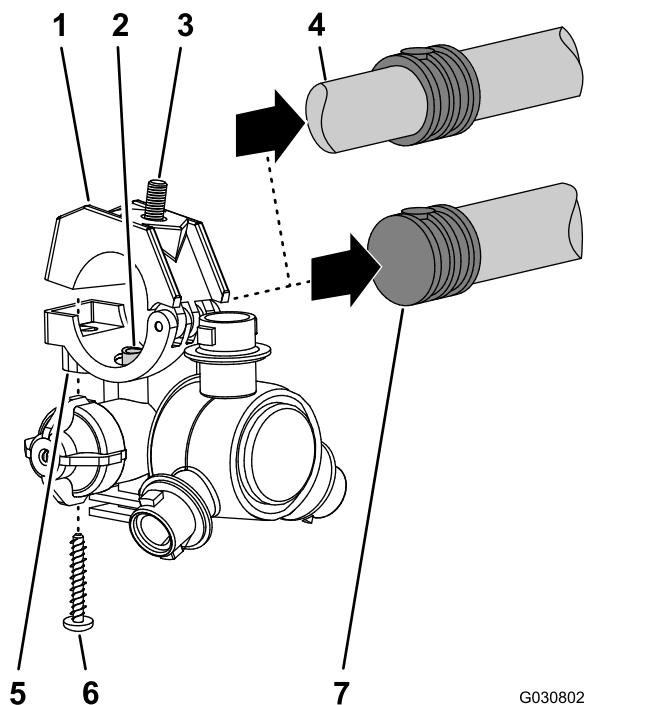

Figura 70
- Trabajando con las 12 boquillas del fumigador que retiró de las secciones de brazo central y exterior, retire los tornillos de acero inoxidable (Nº 12 x 1-1/4") que sujetan las mitades superiores de las abrazaderas y los conectores de manguera de dentado simple o doble (3/4") al cuerpo de cada boquilla del fumigador, y retire los conectores de manguera dentados (Figura 70).